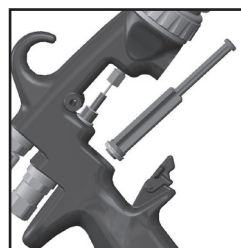

Fig. 33
8. Enfoncer fermement le joint arrière jusqu'à l'épaule à l'aide de l'outil d'entretien. (Voir fig. 33 et 34)